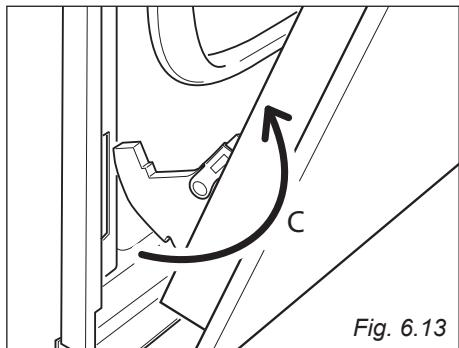

Fig. 6.13
- Retirez les crochets de charnière de leur emplacement en suivant la flèche "C" - fig. 6.13.